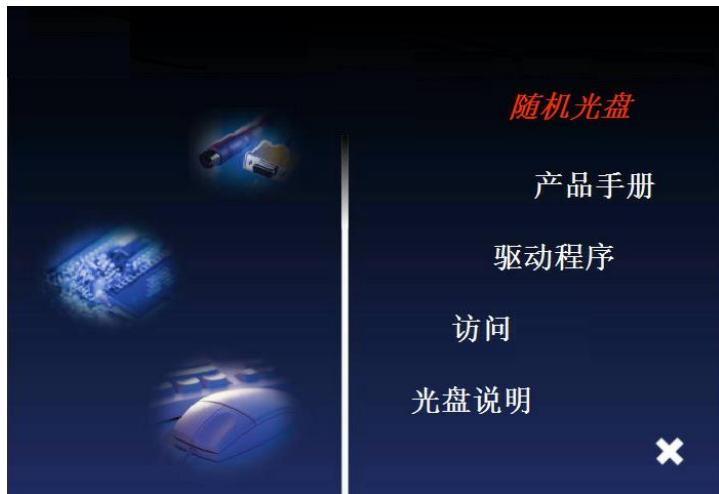

图 6-40
- c. 系统会提示是否检查安装媒体，通常情况下安装媒体不会有问題，此处可选择 Skip 后，按 Enter 键继续。如图 6-40 所示。